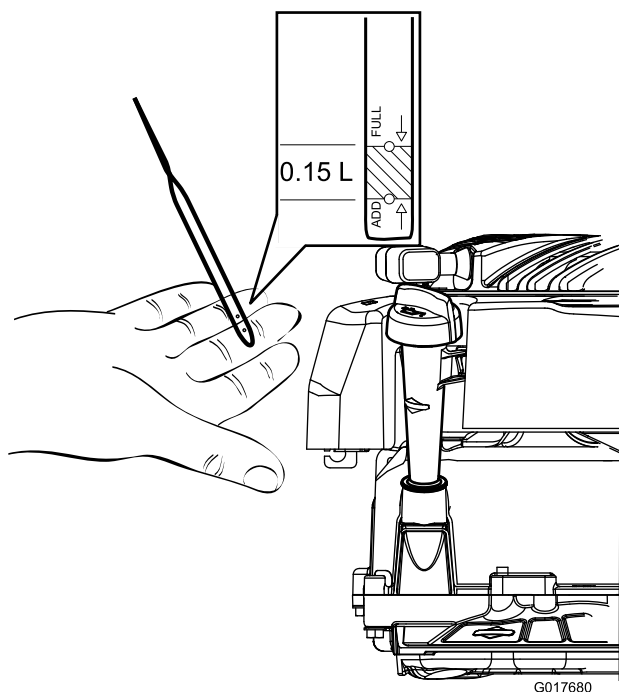

Рисунок 10
2. Выньте щуп и проверьте уровень масла (Рисунок 10). Если уровень масла ниже отметки Add (Долить) на масломерном щупе, медленно заливайте масло в маслозаливной патрубкок, чтобы поднять уровень масла до метки Full (Заполнено) на масломерном щупе. Подождите 3 минуты после добавления масла, затем проверьте уровень масла по щупу (макс. заполнение: 20 унций. (0,59 л), тип: автомобильное моющее масло классификации по API 30: SF, SG, SH, SJ, SL и выше).